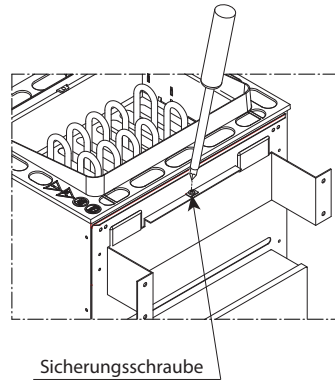

Abb. 7
5. Den Saunaofen mittels Blechschraube durch die am hinteren Ofenrand befindliche Bohrung an der Wandhalterung sichern (Abb. 7).